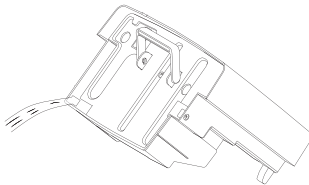

Abb. 2
- ♦ Gießen Sie das Wasser durch die Öffnung des Deckels aus (siehe Abbildung 2) und setzen Sie den Wassertank ③ wieder in das Gerät ein. Das Gerät setzt den Betrieb mit dem zuvor gewählten Programm fort.